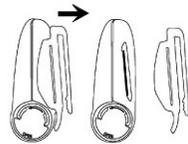

Fig. 1
• Assegure-se de que retirou o grampo para o cinto. Para remover o grampo para o cinto, agarre o grampo e empurre-o gentilmente para fora (Fig.1). Para voltar a colocar o grampo, alinhe a patilha do grampo com a ranhura do sensor e introduza gentilmente o grampo na unidade.